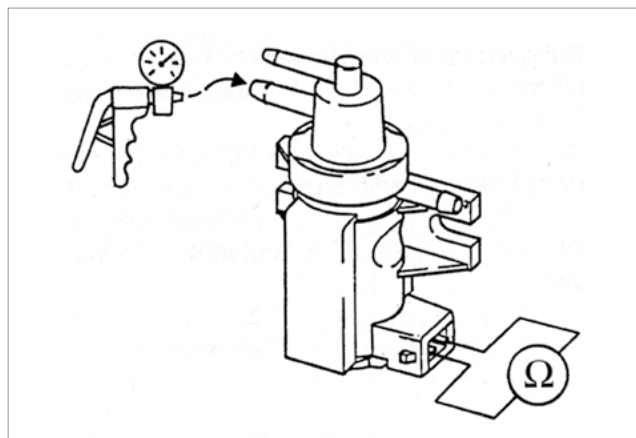

Fig. 6: Medir resistencia eléctrica en el convertidor de presión
- Medir la resistencia entre los contactos del convertidor de presión (véase fig. 6).